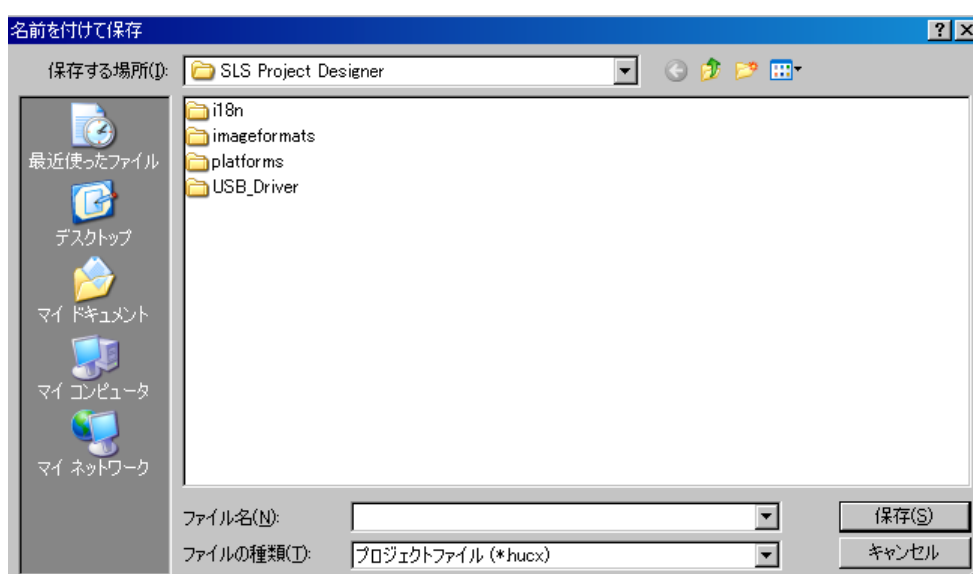

図7-53 プロジェクトの保存
- ファイル名を入力して[保存]をクリックしてください。プロジェクトファイルとして保存されます。ファイルの保存先を変更することもできます。(図7-53参照)